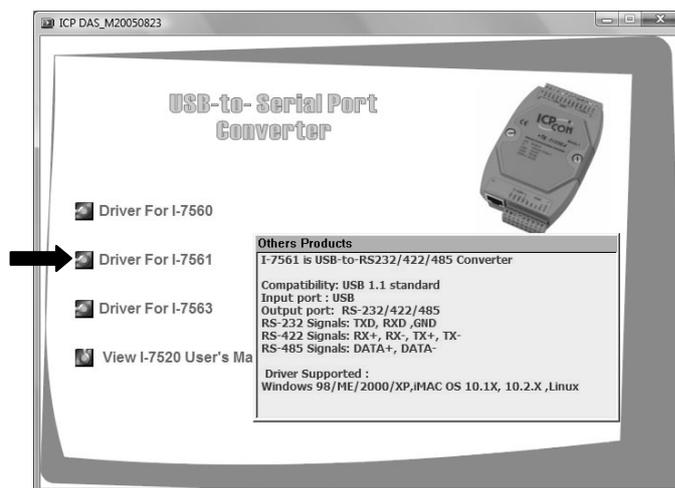
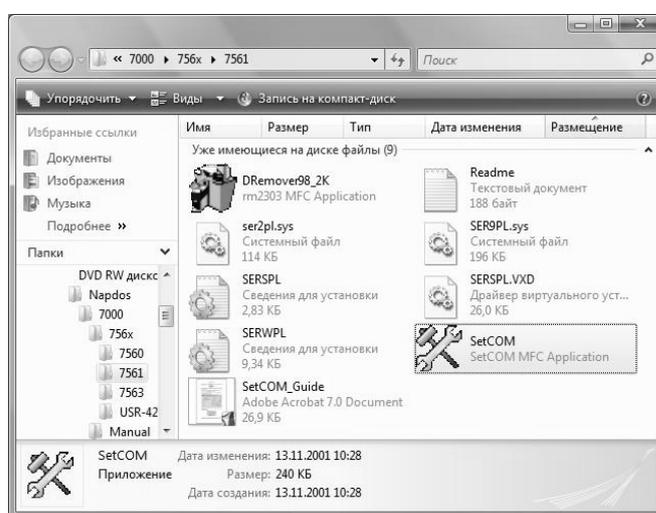

Рис. 6. Выбор драйвера для преобразователя интерфейса
Рис. 7. Программа конфигурации COM-порта
2) При выборе ссылки «Driver For I-7561» (рис. 6), открывается окно проводника (рис. 7) с программой конфигурации порта, к которому подключается устройство I-7561, и драйвером устройства.